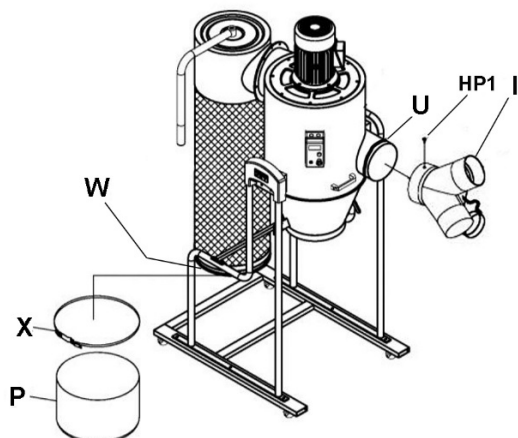

Figure 10
11. Appliquez le ruban en mousse (U) autour du port d'admission près du bord. Voir la Figure 10. Le ruban en mousse doit entourer complètement le port.
12. Installez l'adaptateur d'admission (I) sur le boîtier principal et sécurisez avec la vis à tête cylindrique (HP1).
13. Appliquez le ruban en mousse (W) juste au-dessus de la lèvre inférieure du filtre de la boîte. Le ruban en mousse doit entourer complètement le filtre de la boîte.
14. Installez le sac de collecte (P) sur le bas du filtre de la boîte et sécurisez avec le serrage en acier du bac (X).